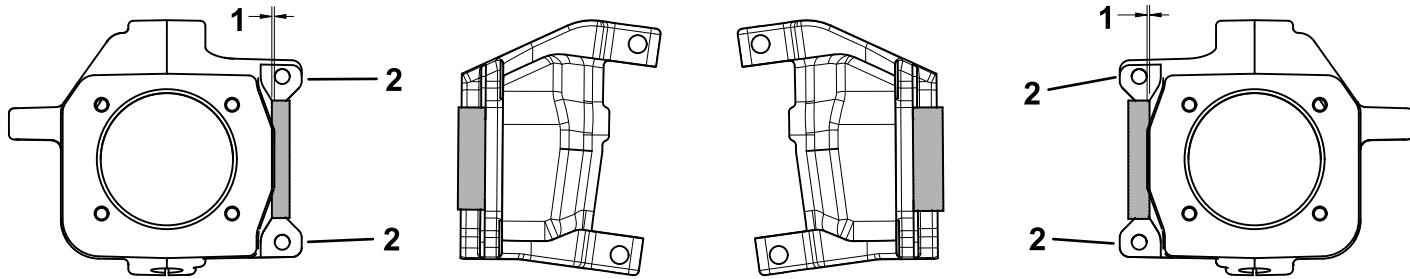

図7
- 図7のように、グラインダーで、左右のステアリングナックルに、1.78 mm の逃げを作る。
**重要** 図7に示す面は削らないでください。
2. 図7のように、グラインダーで、後アクスルのそれぞれの側に、0.76mm の逃げを作る。